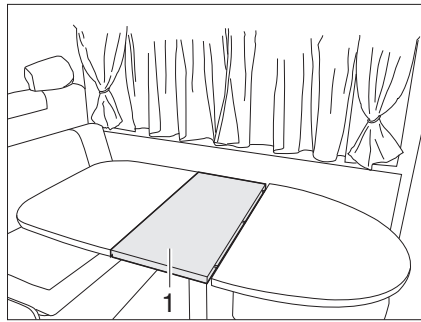

Fig. 81 Ampliar la mesa fija
- Insertar la prolongación del tablero de mesa (Fig. 81,1).
- Sacar la prolongación del tablero de mesa (Fig. 81,1) y guardarla seguramente.